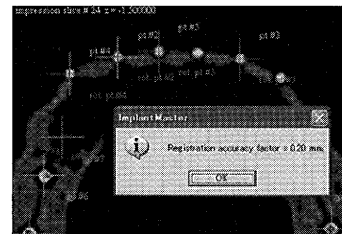

図1
インプラントマスターの使用目的は，術前に計画したインプラントの埋入方向や位置と一致したインプラント埋入窩洞を手術中に誘導することであり，術前の詳細な治療方針を患者に説明できます。そして，理想的な上部構造（補綴装置）を装着するためのものです。したがって，高精度で高い信頼性のシステムでなければなりません。図1にはインプラント埋入位置の誤差補正機能を示しています。CT撮像時には，誤差補正機能を持つステントを通常の技工操作で作製し，使用します。①ステント単体と②ステントを患者に装着した状態の2種類のCTデータを使って自動補正することで，撮影誤差を限りなく少なくしています。図1の場合はCTデータの重ね合わせで0.20mmの高精度を示しています。読み込ん